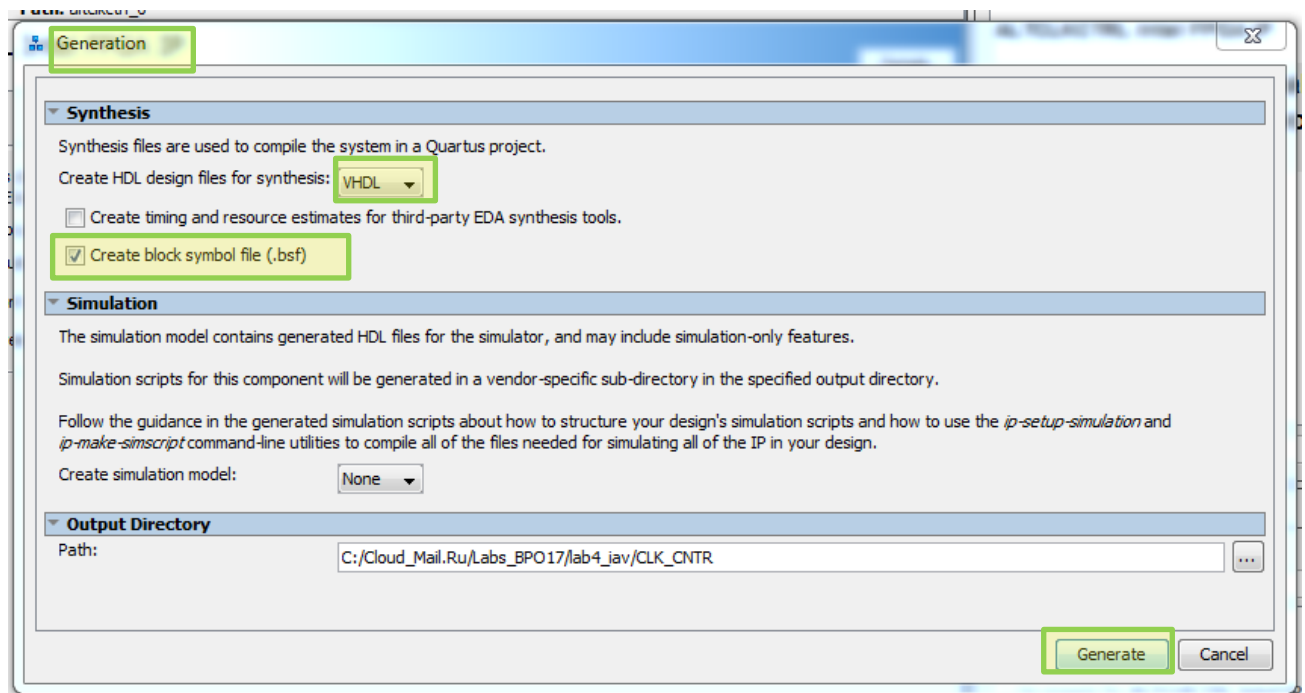

Рис. 29 Окно генерации экземпляра выбранного компонента
6.13. Установите в появившемся окне **Generation** опции как на рис. 29. Выполните «**Generation**».